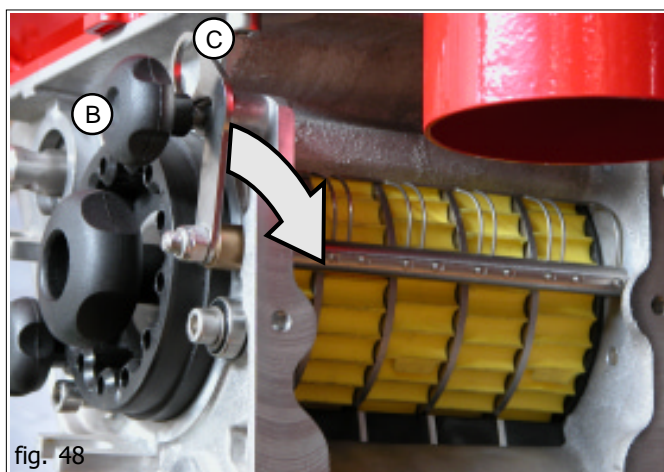

fig. 48
... allentare il pomello (B, Fig. 48), estrarre le leve (C) dalla propria sede e spostarle nel senso della freccia.
- 1) Allentare e togliere il pomello (A Fig. 48), e spostare la leva (B) nel senso della freccia.